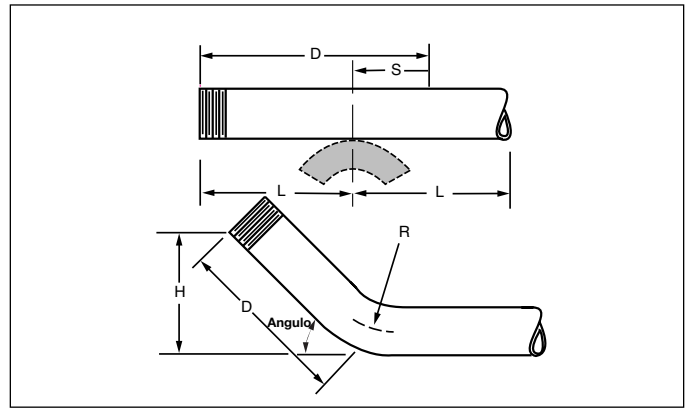

Figura 6
1. Na Tabela 2, encontre a distância diagonal (D) que corresponde à distância perpendicular desejada (H). Faça uma marca da distância (D) na ponta de um tubo reto.
2. Na Tabela 3 encontre a distância do deslocamento (S) em função do diâmetro do tubo e do ângulo da dobra desejada.
3. Faça uma segunda marca (S) no tubo, conforme demonstrado na Figura 6.
A marca (B) não pode estar a uma distância da ponta do tubo menor do que a distância (L), ou a ponta do tubo não vai ficar presa no Bloco Guia (ver Figura 6, Exemplo 3 e Tabela 5 – item "L").